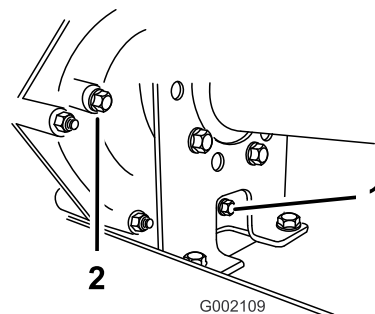
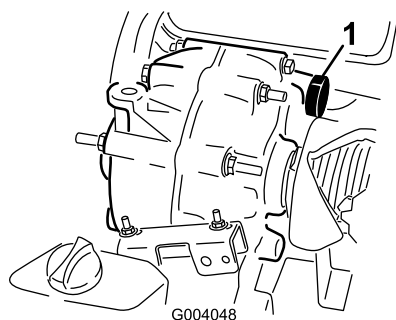

Figura 44
Figura 45
2. Limpie la zona alrededor de los tapones de vaciado y llenado con un trapo (Figura 44).
4. Retire el indicador girándolo en sentido antihorario (Figura 44).
5. Retire el indicador girándolo en sentido antihorario (Figura 44).
6. Instale y apriete el tapón de vaciado y la junta en el orificio de llenado de la transmisión (Figura 44).
7. Llene el depósito (Figura 45) a través del orificio de llenado con aproximadamente 1.4 litros (1.5 cuartos US) del fluido especificado, hasta que el nivel de fluido de la transmisión esté enrasado con el borde inferior de la rosca (Figura 44).
8. Instale y apriete el tapón y la junta en el orificio de llenado de la transmisión (Figura 44).
10. Compruebe el nivel de fluido y añada más fluido si el nivel no llega a las roscas del orificio de llenado (Figura 44).